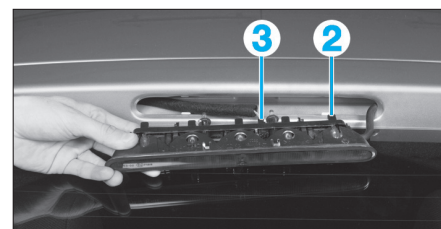

Fig. 38
- Débrancher le tuyau de lave glace (2) et le connecteur (3) (Fig.38).